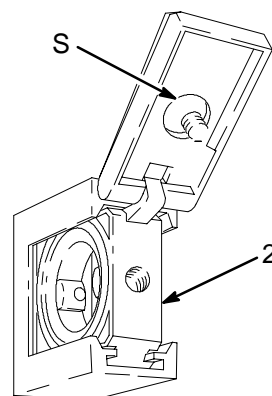

Fig. 1
Hurtigkoblingen (2) åpnes ved å løsne skruen (S) og åpne koblingen. Stikk den ønskede komponenten inn i koblingen, lukk koblingen og trekk til skruen. Se Fig. 1.